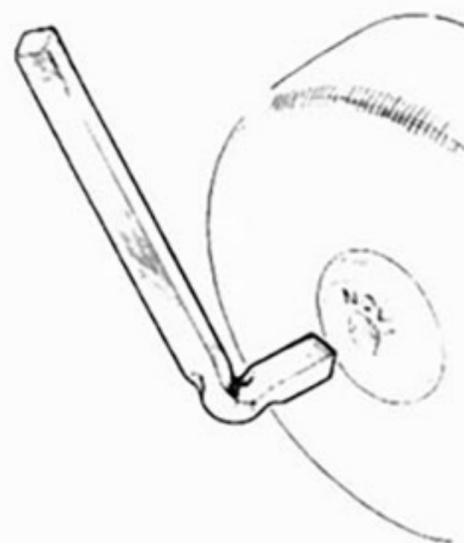

FIGURE 10
- Dévisser et déposer l'écrou de blocage du rotor (filetage à gauche) à l'aide de la clé carrée (réf. 16733) (Fig. 10).